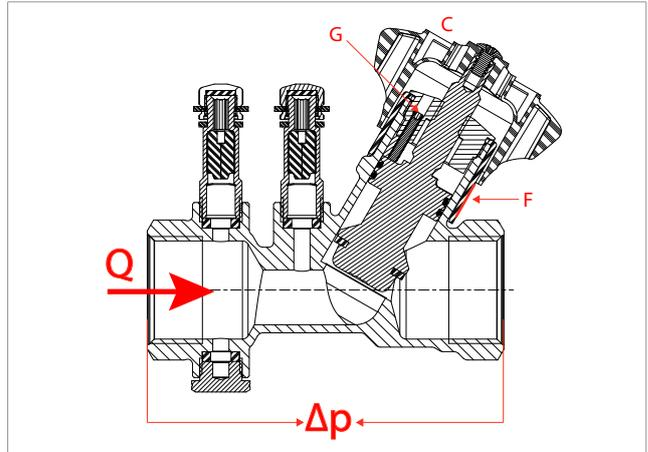

Fig. 2
Le valvole R206B sono dotate di un meccanismo di memoria meccanica dell'apertura (preregolazione). Questo meccanismo opera limitando la corsa della manopola (rif.C - fig.2) tramite una vite di bloccaggio (rif.G - fig.2).
- Effettuare la regolazione della valvola R206B tramite la manopola (rif.C - fig.2), sulla scala di regolazione (rif.F - fig.1);
- Avvitare in senso orario fino a battuta la vite di bloccaggio della preregolazione (rif.G - fig.2) utilizzando una chiave a brugola da 1,5 mm per le versioni da 1/2", 3/4", 1", 1 1/4" o da 2 mm per le versioni da 1 1/2", 2".